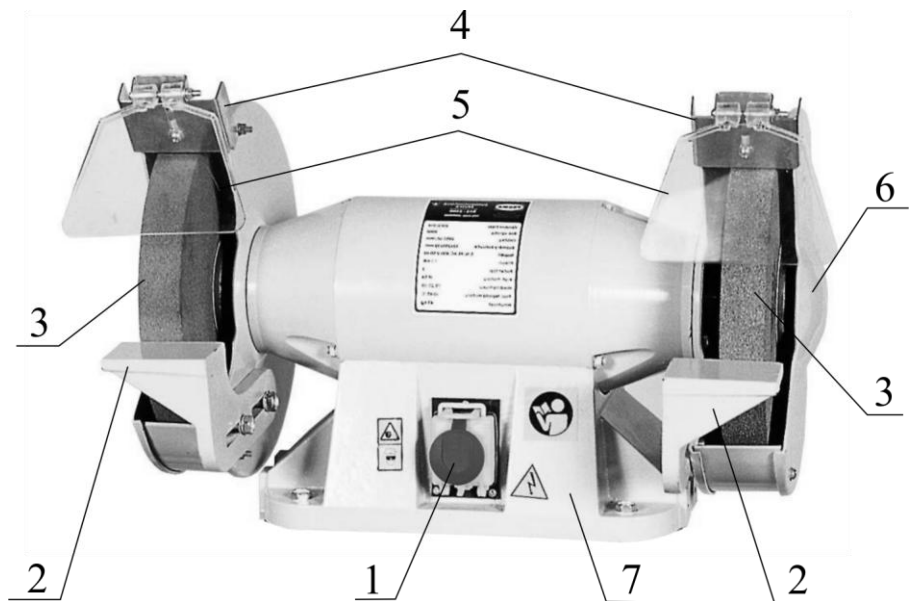

Рисунок 2.
3.3 Основные узлы и детали оборудования (см. рис.2).
3.4 Краткое описание конструкции оборудования (см. рис.2).
4.2. Сборка (см. рис. 2).